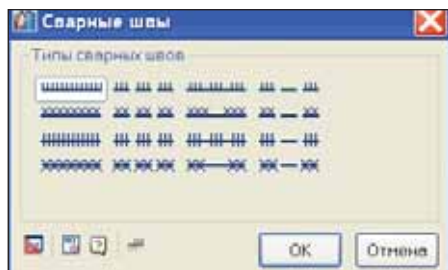

Рис. 2. Сварные швы
- сварные швы — доступны 16 типов сварных швов, каждому типу шва соответствует кнопка с его изображением (рис. 2).